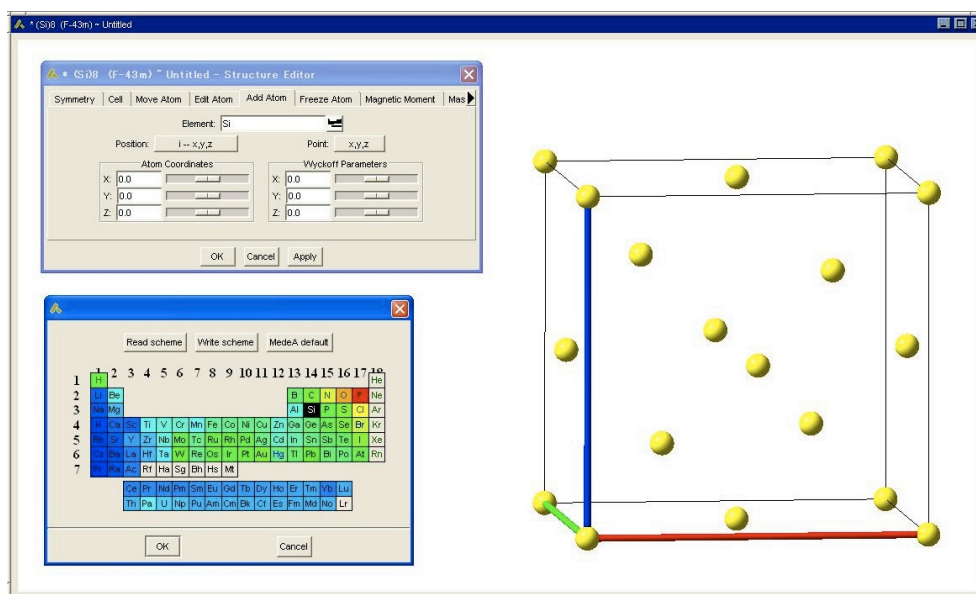

図 1: 計算に必要なパラメータの設定 (構造緩和, DOS やバンド構造出力等の設定)。
1. モデル構築 ダイアモンド構造のSiのモデルをMedeAで構築したものを図1に示す。MedeAはウィンドウ上で計算対象となる結晶モデルの元素記号や格子定数等を設定し、モデルの構築・編集ができる。新しく結晶モデルを作成すること、また、データベースから読み込んだ結晶モデルを編集することも可能である。更に、スーパーセルや表面モデル、点欠陥モデルを作成するためのツールも用意されている。